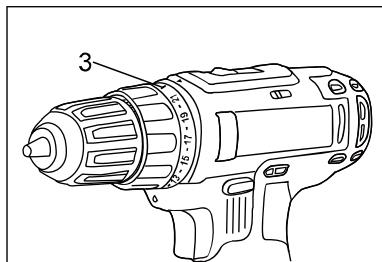

Рис.4
Сверление обозначено значком (3) ◆▼ на вращающемся кольце (Рис. 4).